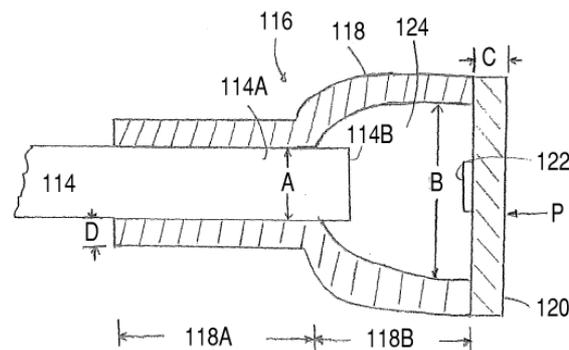

рис.4
**Оптоволоконный датчик давления** описан в международном патенте PCT 02/23148 (2002 г.). Он представляет собой (рис.4) наконечник 118 из гибкого материала, надеваемый на оптическое волокно 114. На торце наконечника 118 установлена диафрагма 120, на внутренней стороне которой размещен отражатель 122. Таким образом формируется интерференционная полость 124. Расстояние между торцом оптического волокна 114В и отражателем 122 составляет определенное число длин волн для избранной частоты светового сигнала. Деформация наконечника под действием внешнего давления изменяет это расстояние, и оно начнет соответствовать другой частоте светового сигнала. По этой частоте и определяется внешнее давление.